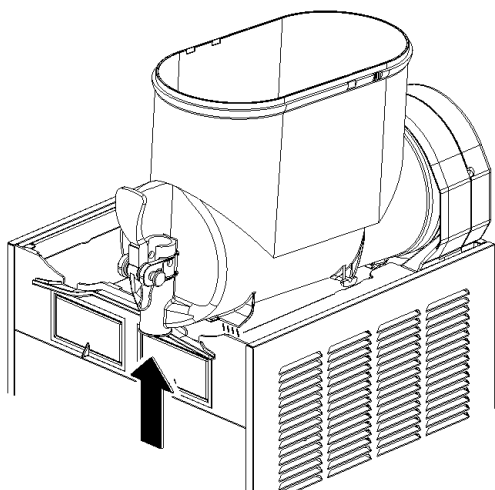
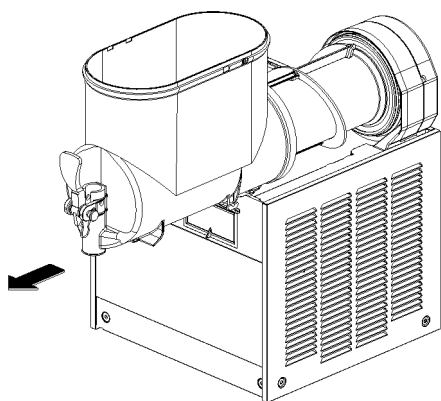

Bild 5
Bild 6
- 2 Den Behälter abmontieren. Dazu den unteren Teil (auf der Seite des Hahns) leicht nach oben drücken, um die unteren Befestigungshaken zu lösen (Bild 5) und den Behälter anschließend von vorne herausziehen (Bild 6).